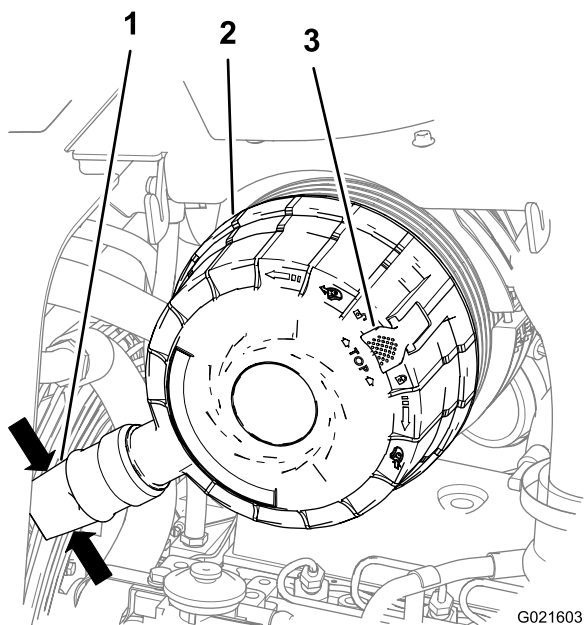

Figura 116
3. Apriete los lados de la válvula de polvo situada en la tapa del limpiador de aire para vaciar el agua, el polvo y la suciedad de la válvula (Figura 116).
5. Tire hacia fuera del enganche de la tapa del limpiador de aire (Figura 116).